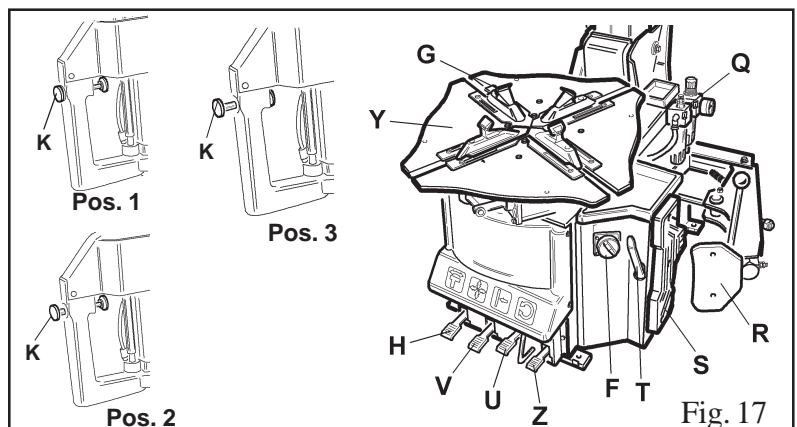

Fig. 17
- En tenant le levier dans cette position, faire tourner le plateau (L) dans le sens horaire en appuyant sur la pédale (A) jusqu'à ce que le pneu sorte complètement de la jante (fig. 17).
- S'il y a une chambre à air, il faut basculer le bras vertical (T), sans débloquer le bras opérateur, et l'enlever du pneu.
Hebel in dieser Position halten; Zentriertisch (Y) durch konstanten Pedaldruck (Z) im Uhrzeigersinn drehen lassen, bis der Reifen komplett aus der Felge hervorgetreten ist (Abb. 17)